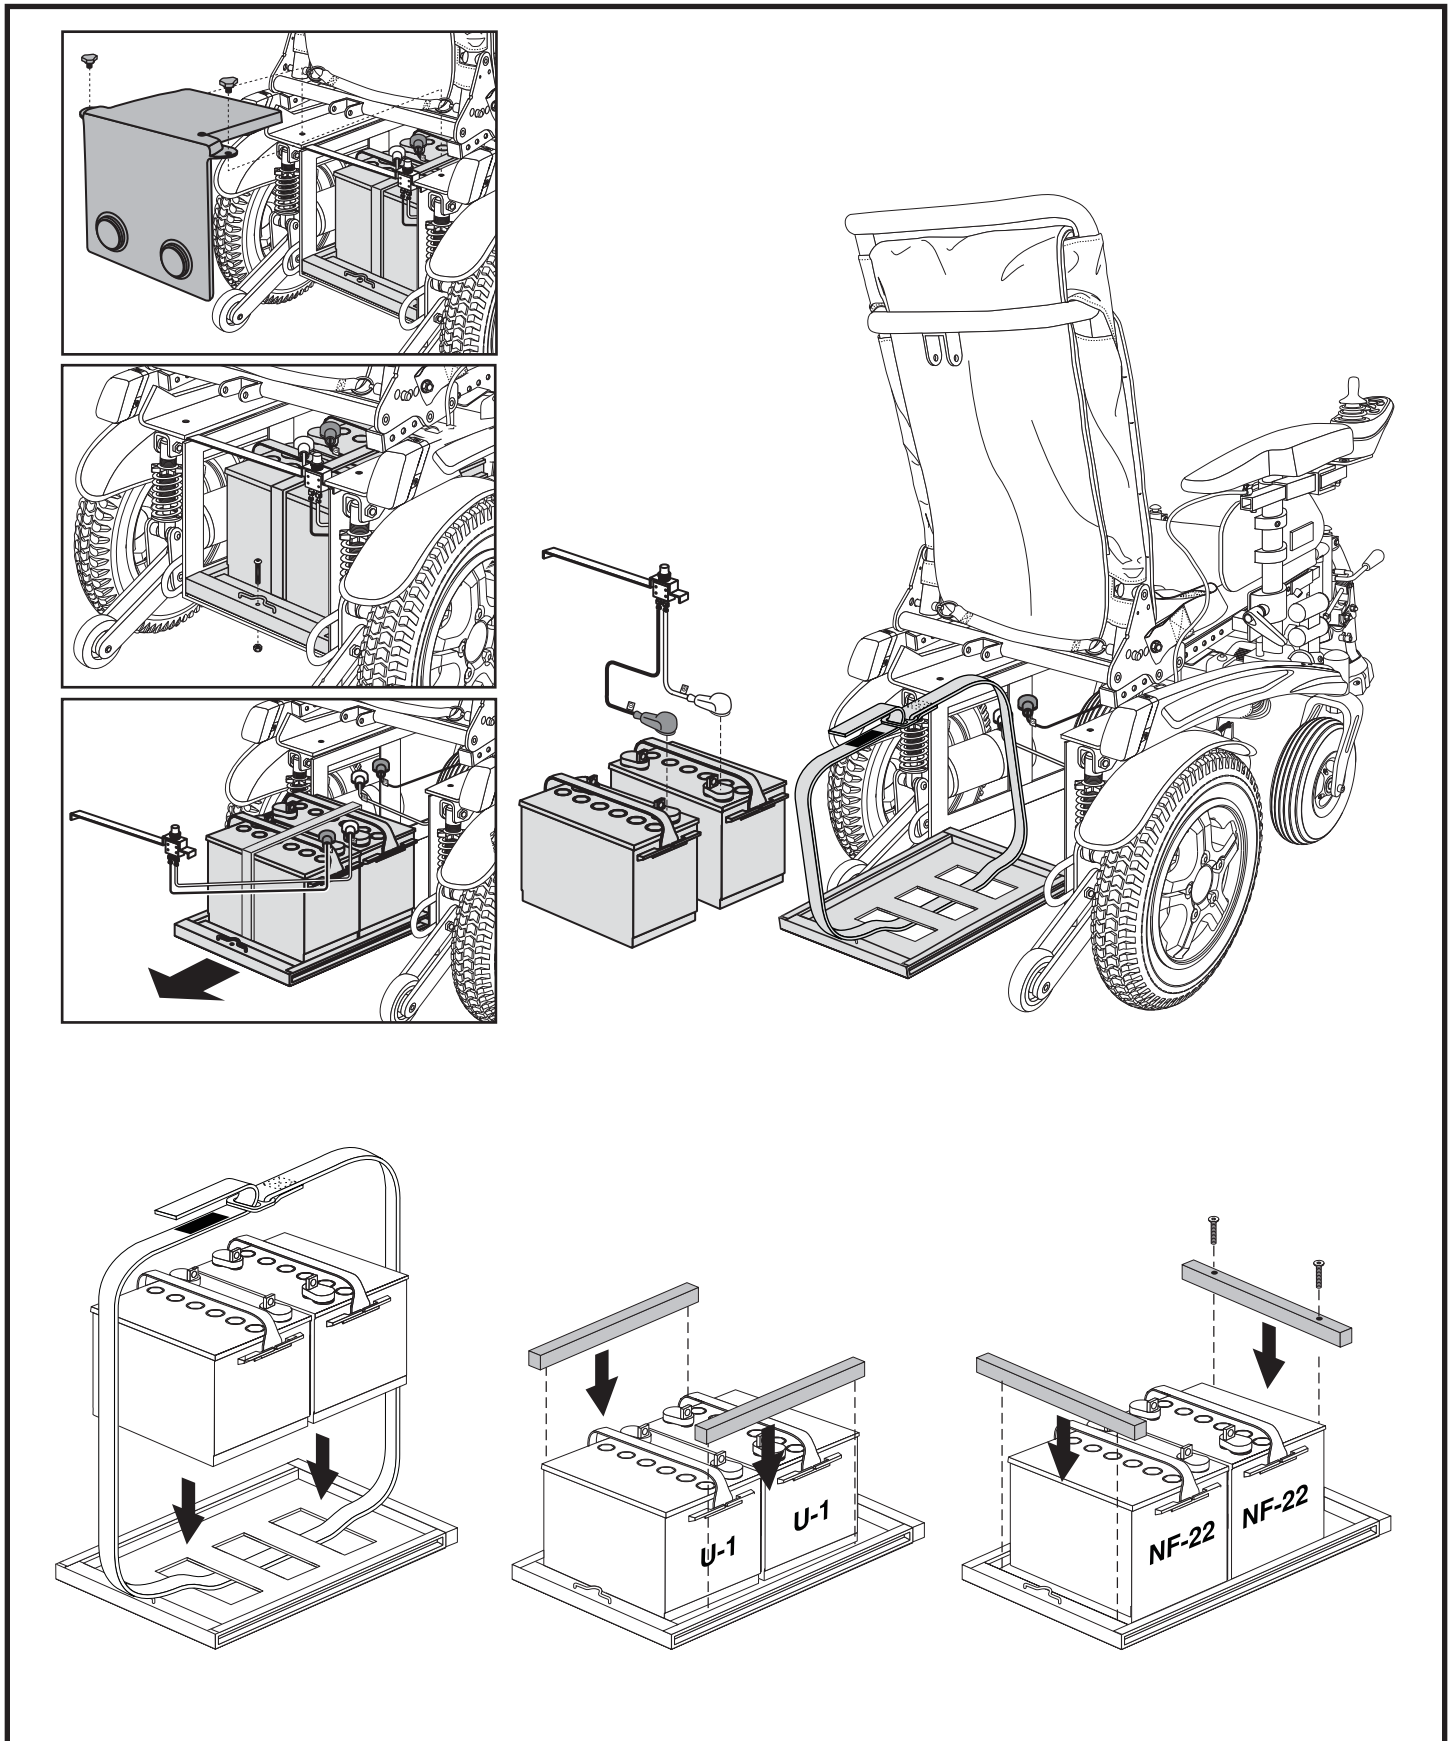

Figura 25. Sostituzione delle batterie
6. Sollevare il vassoio della batteria con la maniglia e quindi spingerlo all'indietro. **Vedere figura 25.**
10. Sostituire con batterie nuovo. **Vedere figura 25.**
12. Collegare il cavo della batteria anteriore ai terminali corrispondenti seguendo il diagramma di cablaggio. **Vedere figura 25.**
13. Collegare il cavo della batteria posteriore ai terminali corrispondenti seguendo il diagramma di cablaggio. **Vedere figura 25.**